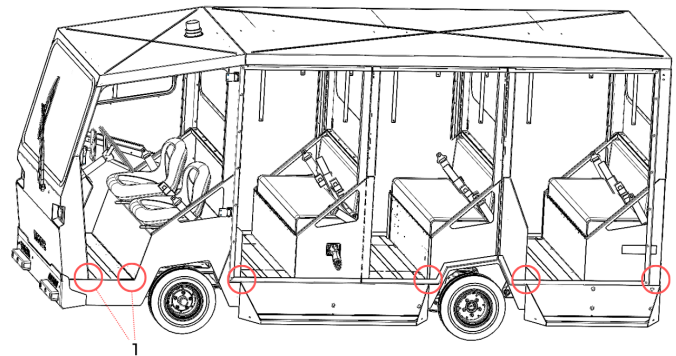

Figure 36. Coins.
- Coins (1) (des deux côtés). Ces coins risquent de se fissurer car ils sont soumis à des contraintes importantes (voir figure 36).